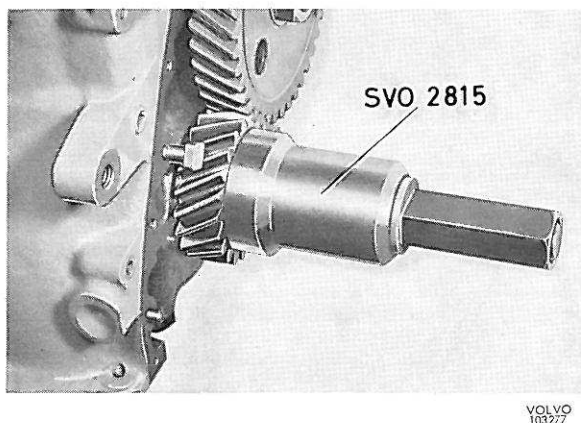

Figure 62. Remontage du pignon de vilebrequin, B 30
7. Remonter le pignon de vilebrequin avec l'outil 2815, voir figure 62.